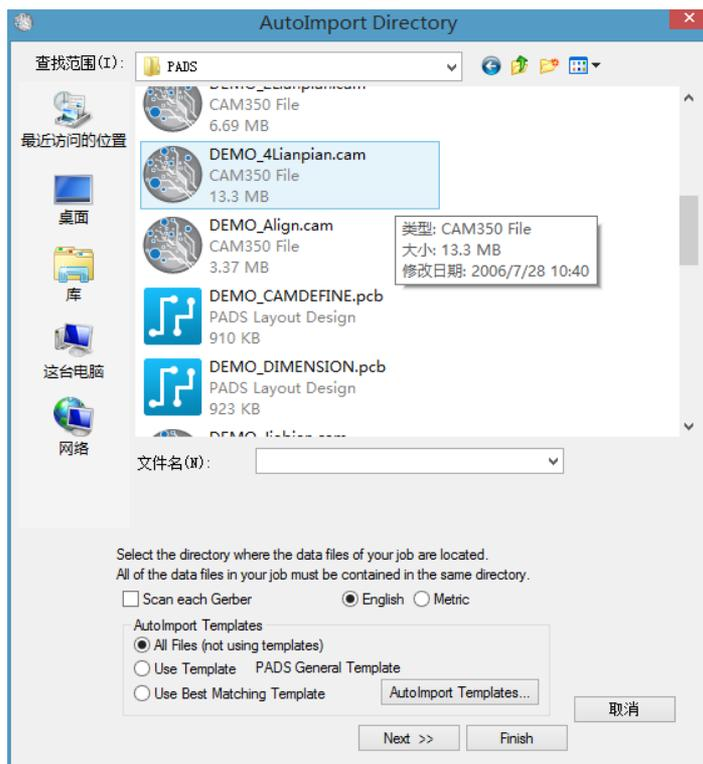

图 17-27 “AutoImport Directory”对话框
(2) 系统会弹出如图 17-27 所示的“AutoImport Directory”对话框。